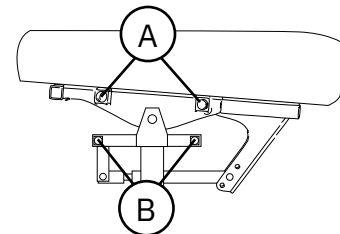

Abb. 5.52. Montage der Armlehnen bei Verwendung der Sitzwinkelfunktion.
Bei Verwendung der Sitzwinkelfunktion können die Armlehnen so angebracht werden, dass sie dem Sitz beim Neigen entweder folgen oder dies nicht tun, siehe Abb. 5.52. Standard bei der elektrischen Sitzwinkelfunktion ist, dass die Armlehnen dem Sitz folgen. Bei der manuellen Sitzwinkelfunktion folgen die Armlehnen dem Sitz standardmäßig nicht. Hemiplegie-Armlehnen sind stets so zu montieren, dass Sie dem Sitz beim Neigen folgen.
Die Armlehnen können so angebracht werden, dass sie dem Sitz beim Neigen entweder folgen (A) oder dies nicht tun (B), siehe Abb. 5.52.